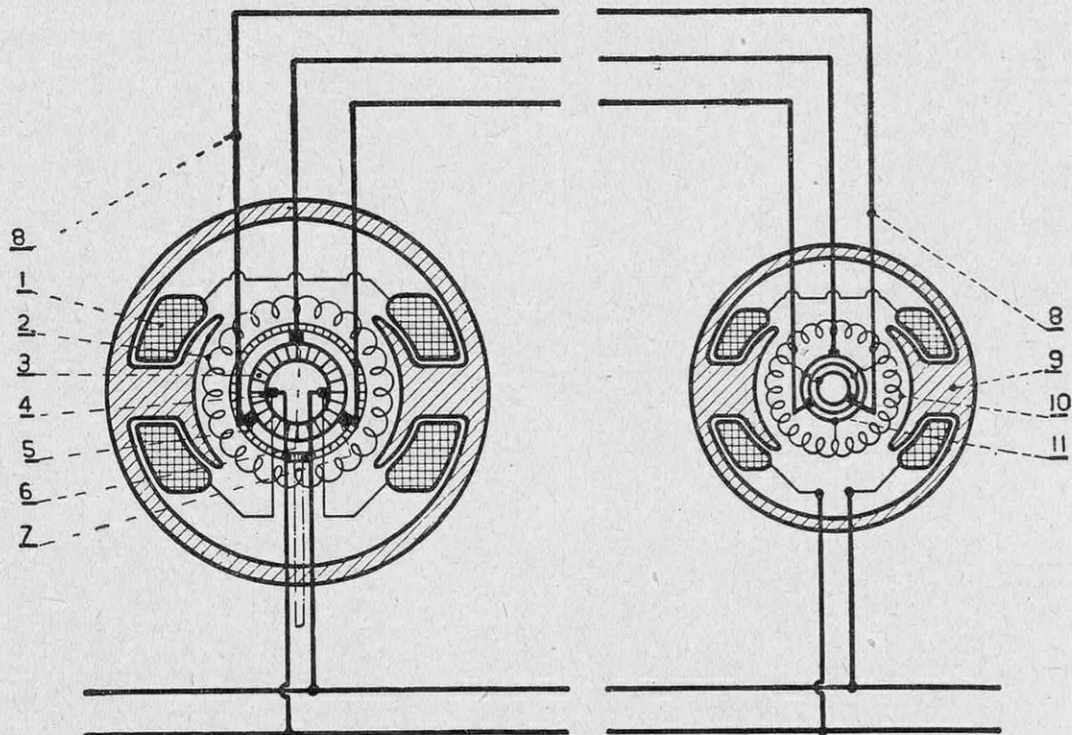

FIG. 6. — SCHÉMA PERMETTANT DE COMPRENDRE LE PRINCIPE DE LA TRANSMISSION ÉLECTRIQUE À INDICATIONS CONTINUES SAINT-CHAMOND-GRANAT
courant triphasé dont la fréquence soit proportionnelle à chaque instant à la vitesse de rotation de l'organe dont on veut contrôler le mouvement (fig. 6). Ce courant triphasé alimente le rotor du récepteur (moteur auto-synchrone) qui devient le siège d'un champ tournant (1) à la même fréquence. Le champ de l'inducteur du récepteur étant fixe, dès